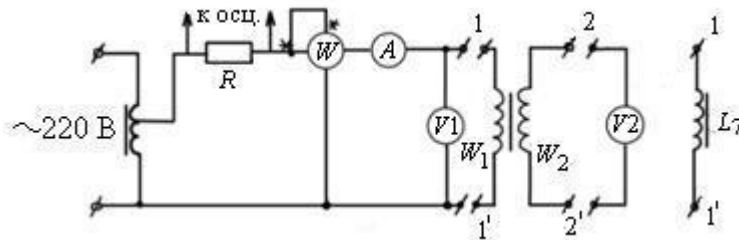

Рисунок 14.1 – Схема экспериментальной установки
14.2.1 Собрать цепь (рисунок 14.1) и измерить показания приборов в следующих режимах: без сердечника, с медным сердечником, со стальным сплошным и стальным шихтованным разомкнутым и замкнутым магнитопроводами. Зарисовать кривую тока в цепи с катушкой без магнитопровода. Проследить, как влияет на форму кривой тока тип сердечника.
14.2.4 Исследовать влияние напряжения источника на форму кривой тока в обмотке нелинейной индуктивности по схеме (см. рисунок 14.1), подключив к зажимам 1 и 1' индуктивность L_7 . Зарисовать осциллограммы тока для двух различных значений напряжения, например, для $U = 25$ В и $U = 150$ В.